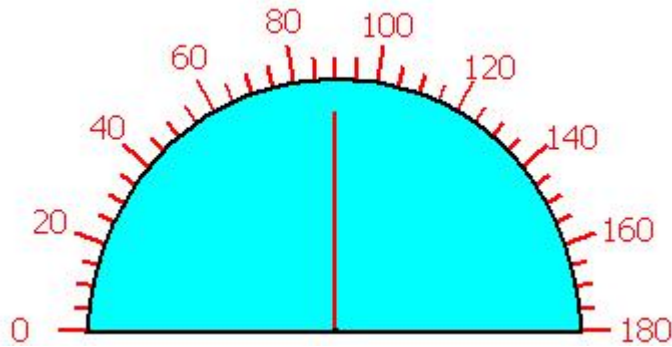

图 4-101
3.在画面编辑区域，按下鼠标不动，牵拉鼠标画出仪表控件。仪表控件的效果图如下图 4-101：